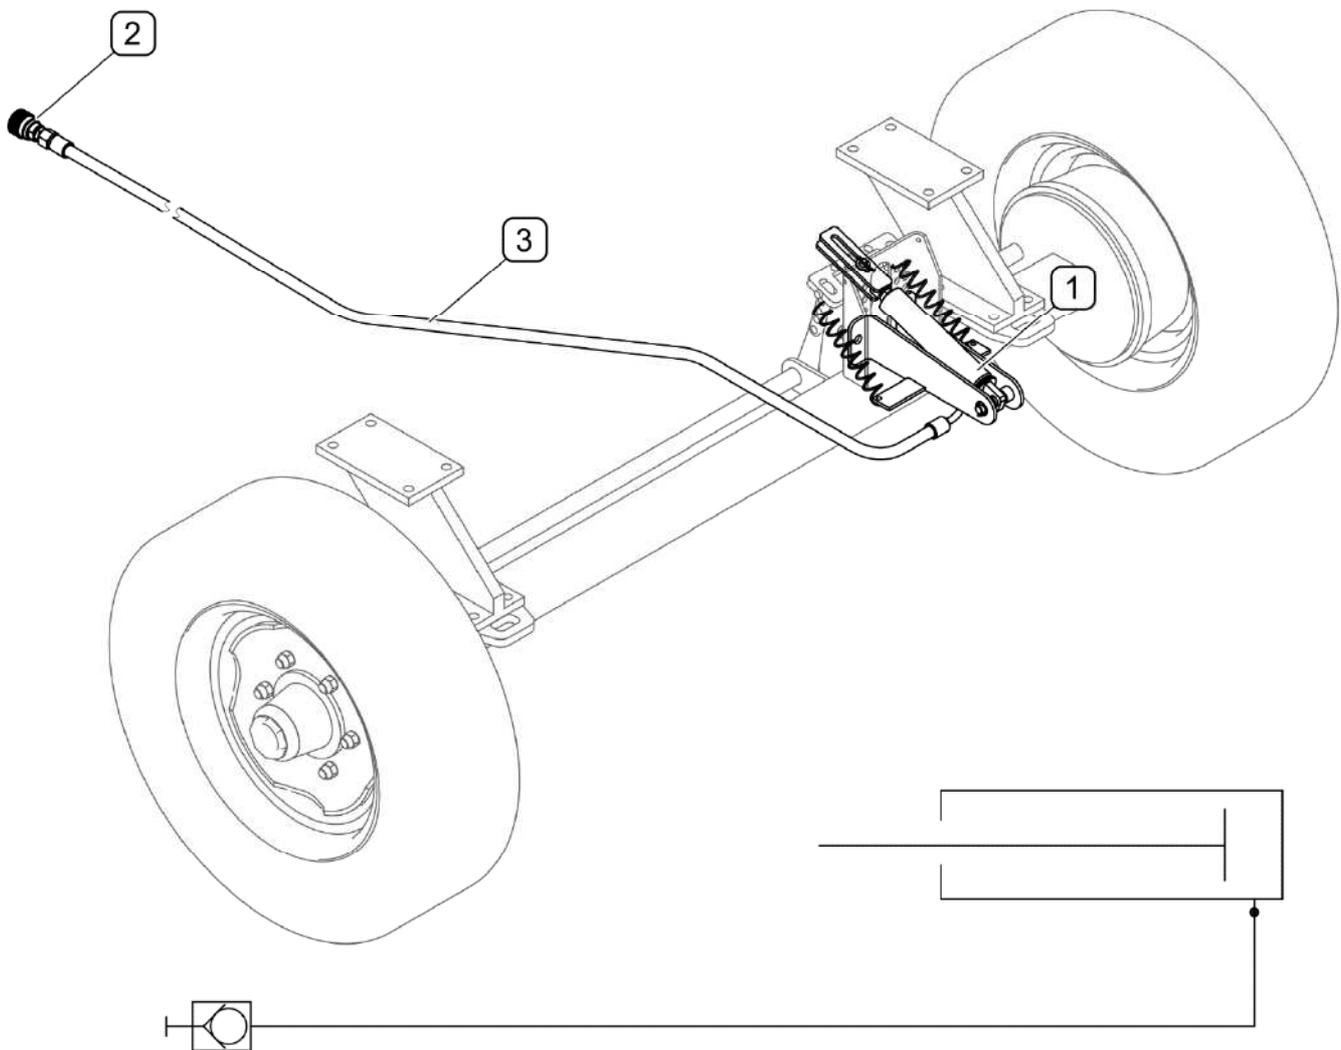

FIGURE 3.6 Construction de l'installation de freinage hydraulique (option)
(1) - le vérin hydraulique; (2) - le raccord rapide; (3) - le conduit hydraulique
En option, la balayeuse put être équipée de l'installation de freinage hydraulique (FIGURE 3.6) composée du vérin (1), d'un raccord rapide (3) et du conduit hydraulique (3).